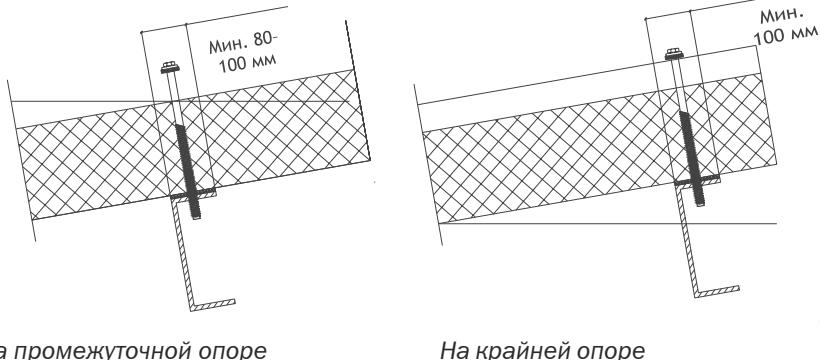

Рис. 39
**Минимальная ширина опоры панелей на промежуточных опорах должна составлять 80 — 100 мм, а на крайней опоре - 100 мм Рис. 39.**